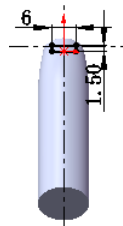

图 3.31.9 草图 4
Step8. 创建图 3.31.9 所示的草图 4。选择下拉菜单 **插入(I)** **→** **草图绘制** 命令，选
取基准面 3 作为草图基准面, 绘制图 3.31.9 所示的草图。